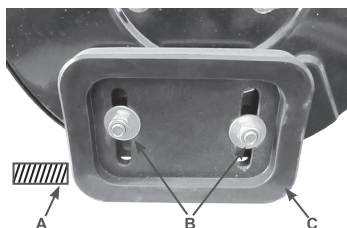

Рис.10
- Поместите колодку нужной высоты (А) Рис. 10 (равной желаемой высоте от земли) под кожух шнекового механизма.
- Ослабьте гайки крепления салазок (В) и установите салазки (С) на необходимую высоту Рис. 10. Снова затяните гайки.